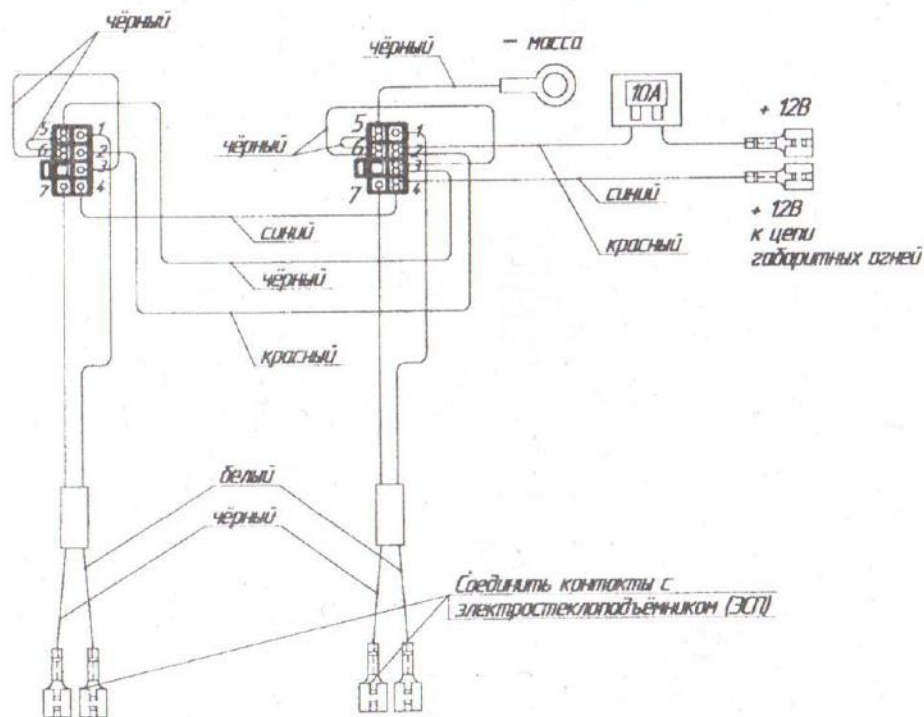

Рис. 3. Схема подключения электростеклоподъемников к бортовой сети автомобиля.
Протянуть двухжильный провод по салону от места установки переключателей до дверей, затем через стойки в полости дверей. Контакты на другом конце провода соединить с электродвигателем ЭСП (см. рис. 3). При необходимости изменения размеров жгута использовать провода с сечением не менее 0,75 кв. мм.
6.8. Выполнить соединения проводов питания и подсветки в соответствии со схемой подключения ЭСП (см. рис. 3).